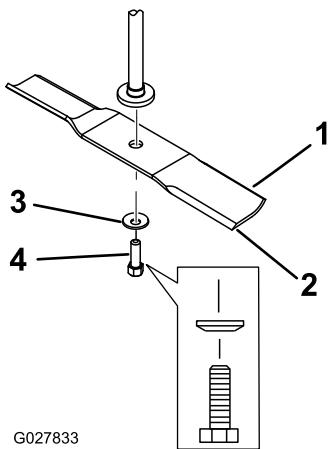

Figure 61
2. Enlevez de l'axe, le boulon, la rondelle bombée et la lame (Figure 61).
1. Placez la lame sur l'axe (Figure 61).
2. Montez la rondelle bombée (face concave vers la lame) et le boulon de lame (Figure 61).